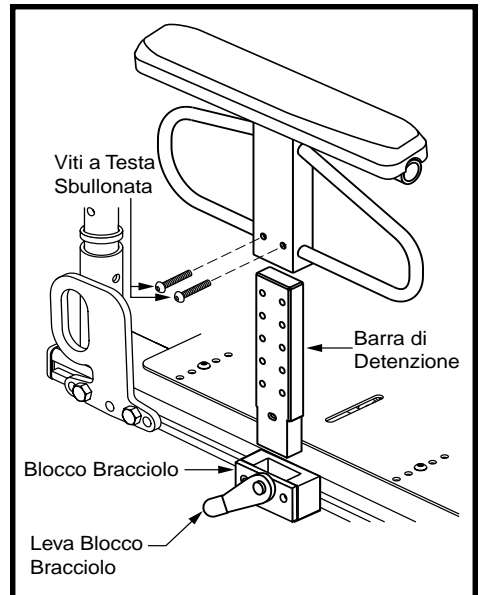

Figura 14. Regolazione altezza bracciolo inseribile ad alta resistenza
1. Ruotare il blocco del bracciolo in avanti e estrarre il bracciolo dal blocco corrispondente. Vedere figura 14.
2. Rimuovere le due (2) viti a testa bullonata sul lato del bracciolo.
I braccioli inseribili con regolazione rapida altezza sono rimovibili come i braccioli inseribili ad alta resistenza. Inoltre, il cuscinetto per il braccio può essere sollevato o abbassato mediante una leva di rilascio ubicata proprio sotto il cuscinetto. Vedere figura 14. I braccioli inseribili con regolazione rapida altezza sono disponibili sia in misura per adulti sia pediatrica.